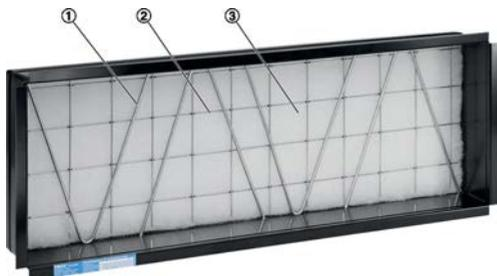

Fig. 16: Changement du filtre
2. ▶ Retirer la tige de support métallique coudée (Voir la Fig. 16/1) et le câble de support avant (Voir la Fig. 16/2).
3. ▶ Retirer le filtre contaminé (Voir la Fig. 16/3) et jetez-le.